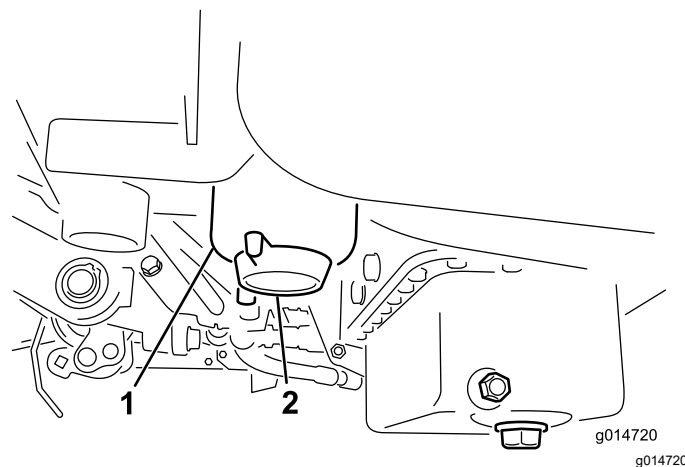

Figura 33
3. Aprite il tappo di spurgo sul filtro del carburante di circa un giro e lasciate fuoriuscire l'acqua accumulata (Figura 33).